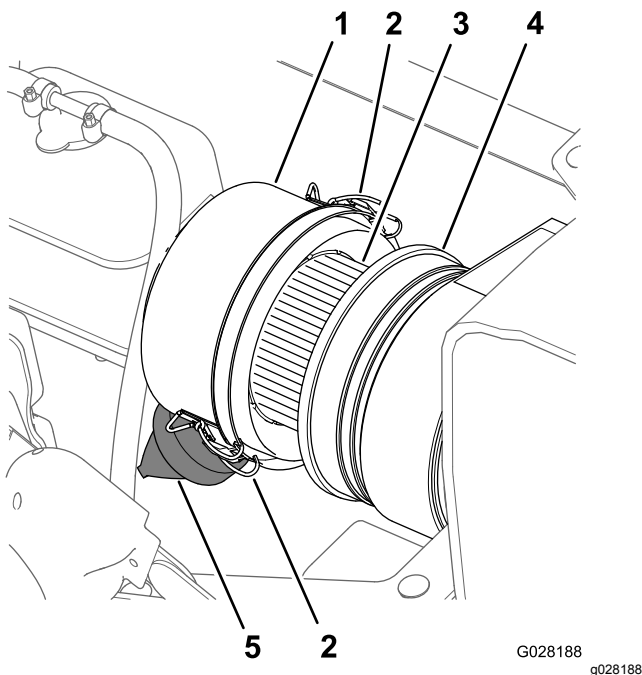
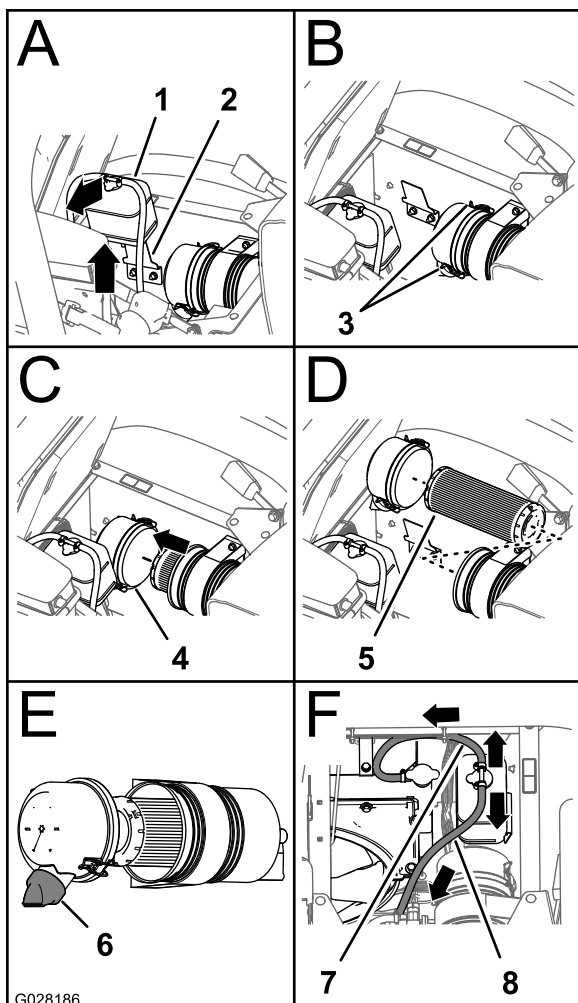

Figure 56
Figure 57
3. Essuyez soigneusement le capuchon antipoussière et le boîtier du filtre à air (Figure 56).
4. Recherchez sur le boîtier du filtre à air des dommages susceptibles d'occasionner des fuites d'air (Figure 56).
5. Pressez la valve à poussière pour éliminer les saletés, la poussière et les débris (Figure 56).
7. Vérifiez que l'élément du filtre à air ne présente pas de dépôts excessifs de poussière, saleté ou débris (Figure 56).
8. Reposez le capuchon antipoussière sur le boîtier du filtre à air et fixez-le en place avec les 2 attaches (Figure 56).
2. Essuyez soigneusement le capuchon antipoussière et le boîtier du filtre à air (Figure 56).
3. Soulevez le réservoir de trop-plein de liquide de refroidissement pour le déposer de son support (Figure 57).
- Desserrez les 2 attaches qui fixent le capuchon antipoussière sur le boîtier du filtre à air (Figure 57).
- Essuyez l'intérieur du capuchon antipoussière, du boîtier du filtre à air et de la valve à poussière avec un chiffon humide (Figure 56 et Figure 57).
- Insérez l'élément filtrant neuf dans le boîtier du filtre à air (Figure 57).
- Reposez le couvercle sur le boîtier du filtre à air et fixez-le en place avec les 2 attaches (Figure 57).
**Remarque:** Vérifiez que la valve à poussière est bien alignée entre les positions 5 et 7 heures vu de l'extrémité (Figure 57).
- Placez le réservoir de trop-plein du liquide de refroidissement en face de son support et fixez solidement le réservoir (Figure 57).
**Important:** Vérifiez que le flexible de décharge de pression est dirigé vers l'avant et le bas et que le flexible d'évent du réservoir est dirigé vers l'arrière, comme montré à la Figure 57.